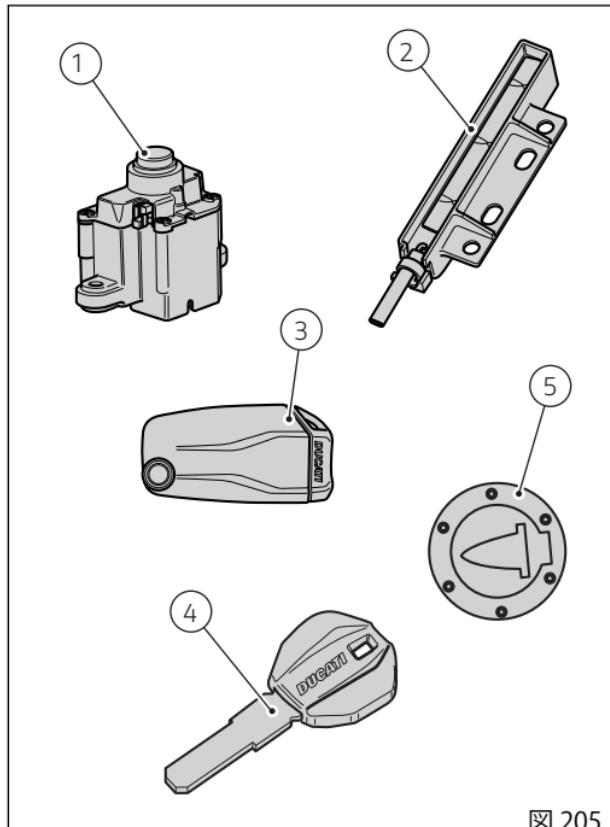

図 205
Hands Free ブロック (1、図 205) は燃料タンクの前方部に位置し、作業を行うには保護カバー (8) を起こして取り外してください。
Key-ONするには、アクティブキー(3、図205)がある
ます。車速がゼロであればキー(3、図205)がなくて
Key-ONするには、アクティブキー(3、図205)があるときにHands Free ブロック(1、図205)のボタン(7)を押します。
Key-OFFするにはHands Free ブロック(1、図205)のボタン(7)を押します。キー(3、図205)がなくてもKey-OFFが可能です。
Key-ONするには、パッシブキー(4、図205)があるときにハンドルバーのグレーのボタン(6)を押します。
Key-OFFするには、ハンドルバーのグレーのボタン(6)を押します。車速がゼロであればキー(4、図205)がなくてもKey-OFFが可能です。
Key-ONするには、パッシブキー(4、図 205)があるときに Hands Free ブロックのボタン(7)を押します。
Key-OFFするには Hands Free ブロック(1、図 205)のボタン(7)を押します。キー(4、図 205)がなくても Key-OFF が可能です。
キー(3)および(4)がないときにKey-ONするには、Hands Free ブロック(1、図205)のボタン(7)を押し、インストルメントパネルからPIN CODEを入力します。Key-OFFするにはハンドルバーのボタン(6)を押します。